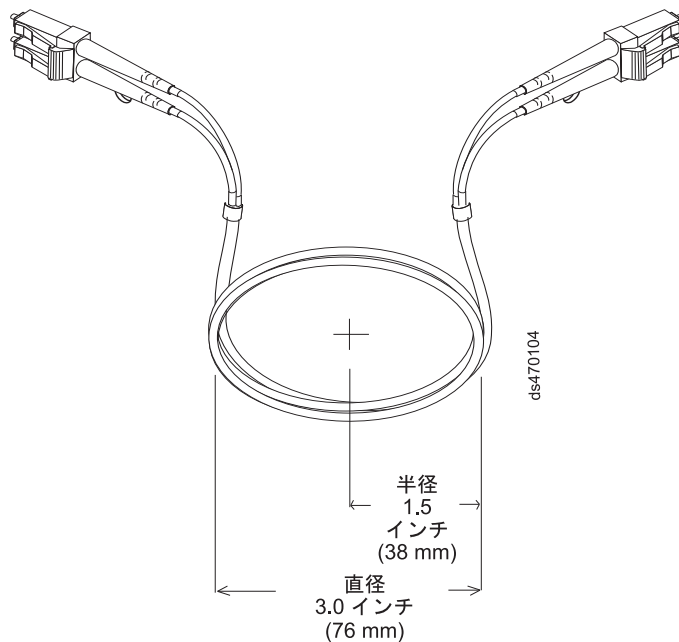

図 29. 光ファイバー・ケーブルの曲げおよびループに関する推奨仕様
- ・余分な、または未使用の光ファイバー・ケーブルを保管するときは、ケーブルを直径 76 mm (3 インチ) 未満または半径 38 mm (1.5 インチ) 未満に曲げないでください。また、ケーブルを折り返さないでください。55 ページの図 29 を参照してください。